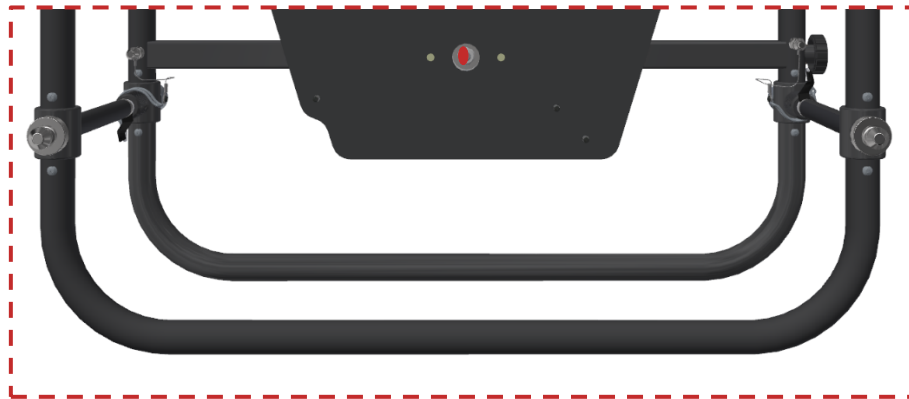

Abbildung 25 Mutter auf der Oberseite in der Mitte, die mit rotem Wachs versiegelt ist
- Auf die drei Schrauben und Muttern auf den beiden obigen Bildern (Abbildung 24 und Abbildung 25) ist roter Siegelwachs aufgetragen, um sicherzustellen, dass die Muttern immer in derselben Position sind und niemand versucht, sie festzuziehen oder zu lösen.
Bis auf die drei im vorherigen Abschnitt beschriebenen Muttern (siehe Abbildung 24 und Abbildung 25) kontrollieren Sie bitte mit entsprechendem Werkzeug, dass alle anderen Schrauben fest angezogen sind.